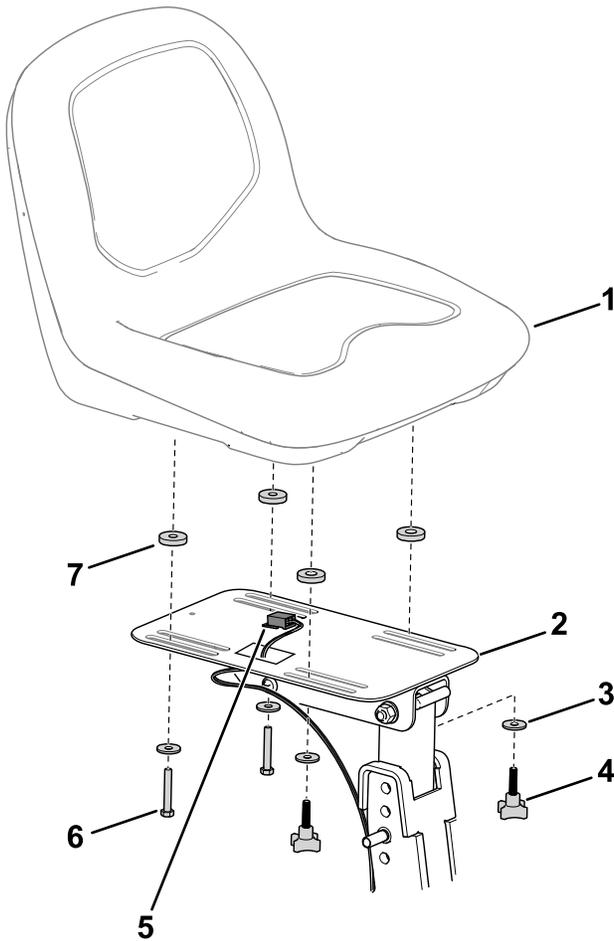

Figura 16
1. Disinserite il connettore del cablaggio preassemblato (Figura 16) dal sedile.
2. Rimuovete la bulloneria che fissa il sedile al supporto del sedile (Figura 16) e rimuovete il sedile.
4. Installate il connettore del cablaggio preassemblato (Figura 16) al sedile.
5. Utilizzate la bulloneria rimossa in precedenza (Figura 16) per fissare il sedile e lo schermo termico al supporto del sedile.